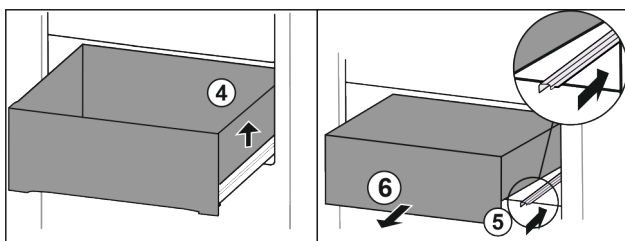

Fig. 63
- ▶ Unieść szufladę po prawej. Fig. 63 (4)
- ▶ Wsunąć prawą szynę. Fig. 63 (5)
- ▶ Wyjąć szufladę do przodu. Fig. 63 (6)